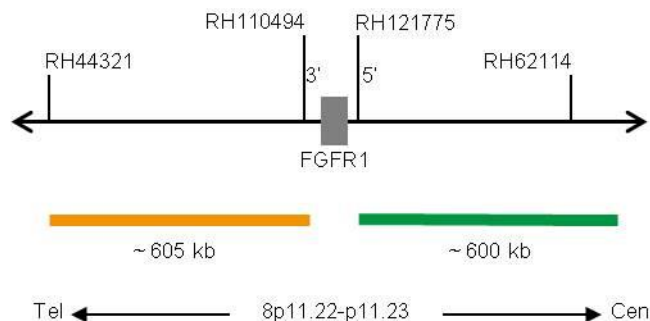

Fig. 1: SPEC FGFR1 Mapa da sonda (sem escala)
- Polinucleótidos (~10.0 ng/μl) com marcação ZyGreen (excitação 503 nm/emissão 528 nm), dirigidos ao mapeamento de sequências alvo em 8p11.22* (chr8:38,352,117-38,951,783) proximais ao ponto de quebra do gene FGFR1 (ver Fig. 1).
- Polinucleótidos (~4.5 ng/μl) com marcação ZyOrange (excitação 547 nm/emissão 572 nm), dirigidos ao mapeamento de sequências alvo em 8p11.23* (chr8:37,635,912-38,239,669) distais ao ponto de quebra do gene FGFR1 (ver Fig. 1).